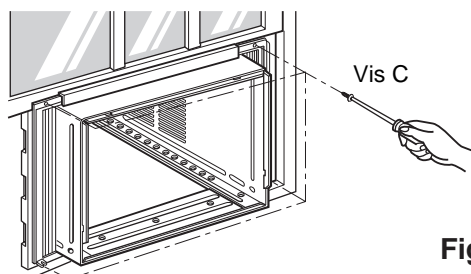

Fig. 6
9. Fixez chaque volet d'étanchéité ⑤ à la coulisse de châssis à l'aide de vis de type C. ③ (Fig. 6)